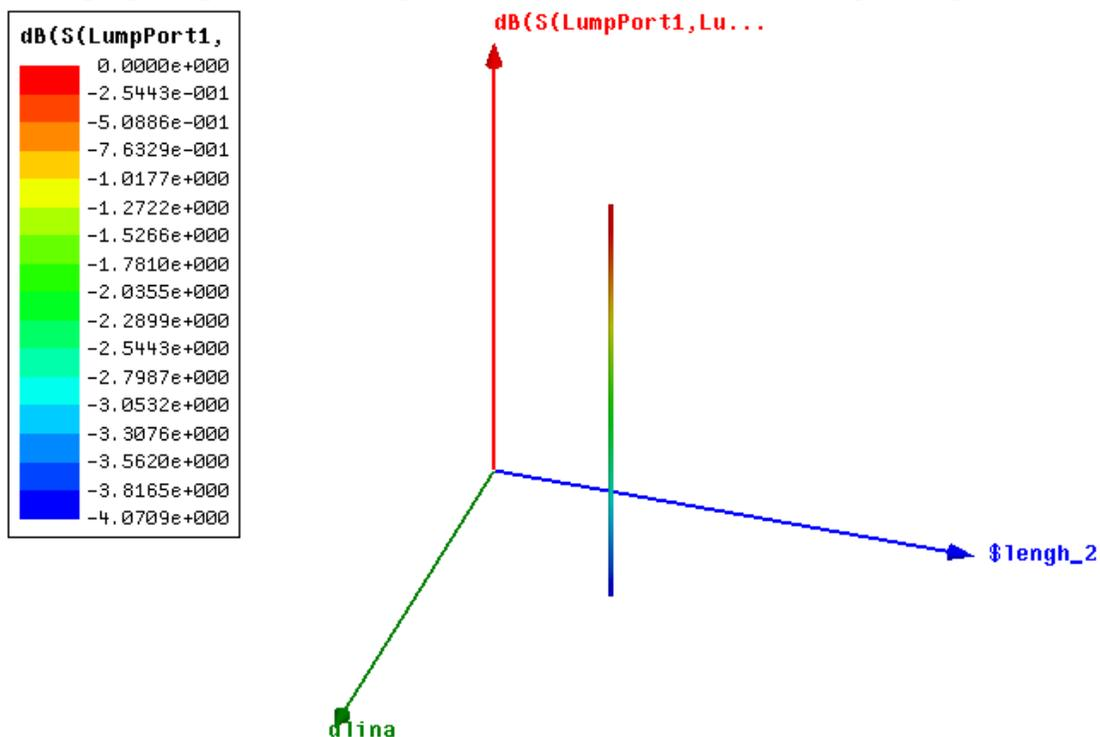

Рис. 9.19. Зависимость модуля  $S_{11}$  (дБ) от двух изменяемых параметров конструкции на трехмерном графике
11. Щелкните **Done**. Функция выбранного количества или количеств будут составлять график относительно значений, которые Вы задали на графике  $x$ - $y$ - $z$ . График (рис. 9.19) перечисляется под **Results** в дереве проекта.